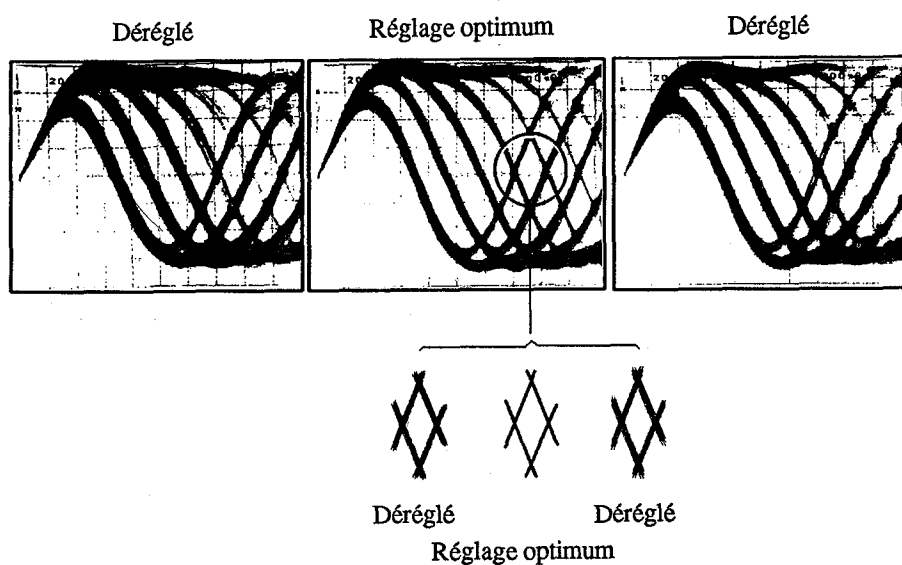

Figure 5 Motif en oeil
3. Ensuite, ajuster la vis d'inclinaison tangentielle à l'aide d'une clé hexagonale M de 3 mm, de façon que le motif en oeil (c'est-à-dire, le diamant au centre du signal RF) soit le plus clairement visible (Figure 5). Dans le cas d'un lecteur multidisque, utiliser un tournevis Phillips.